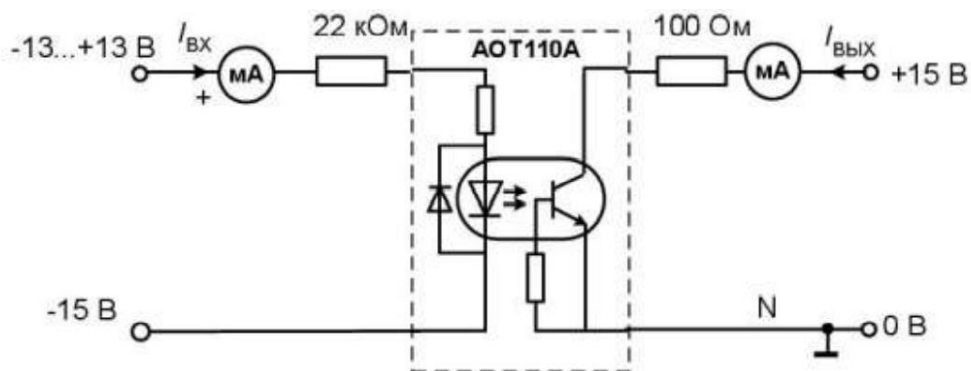

Рисунок 1.5
8) Соберите цепь (рисунок 1.5) для снятия передаточной характеристики транзисторной оптопары.